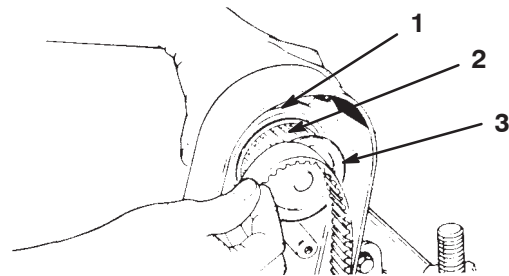

Bild 11
Hinweis: Prüfen Sie, ob die Einstellschrauben für die Motorriemenscheibe eng an der Motorwelle anliegen, bevor Sie den Motor auf dem Mähwerk montieren (Bild 11).
3. Setzen Sie die Riemenscheibe des Spindeltriebmotors in das Gehäuse ein, und schieben Sie den Treibriemen des Mähwerks über die Riemenscheibe (Bild 11).